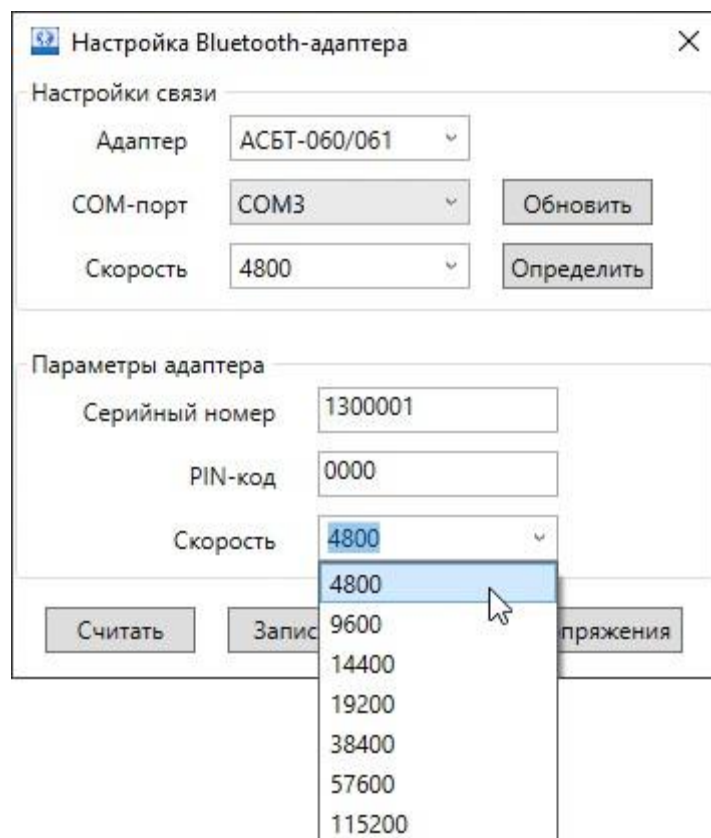

Рис.7. Ввод серийного номера, PIN-кода и установка значения скорости.
3.1.6. В области **Параметры адаптера**, в поле **Серийный номер** укажите номер прибора, в поле **PIN-код** введите значение **0000**. В поле **Скорость**, из раскрывающего списка выберите значение скорости связи подключаемого прибора. Затем нажмите кнопку **Записать** (рис.7).